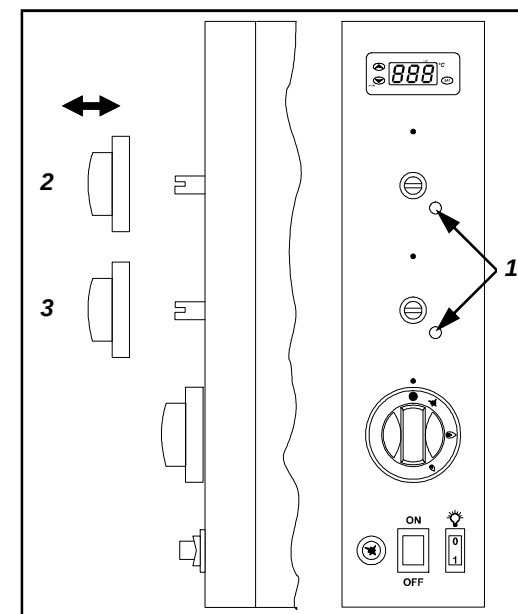

FIG.10 (RÉGLAGE MINIMUM BRÛLEURS PLAFOND ET SOLE)
POUR LE FONCTIONNEMENT EN GPL (G30-G31) LE MINIMUM EST FIXE ET LA VIS (FIG.10-RÉF.1) DOIT ÊTRE VISSÉE À FOND; POUR LE FONCTIONNEMENT AVEC DES AUTRES TYPES DE GAZ LE MINIMUM EST RÉGLABLE COMME SUIT:
ENLEVER MANUELLEMENT LA POIGNÉE DU BRÛLEUR DU PANNEAU DE CONTRÔLE (FIG.10-RÉF.2/3):
-DEVISSER LA VIS (FIG.10-RÉF.1) DE 2/3 DE TOUR ET INSÉRER DE NOUVEAU LA POIGNÉE.
-ENLEVER ENCORE LA POIGNÉE ET VISSER LA VIS (FIG.10-RÉF.1) JUSQU'À CE QUE LA FLAMME RESTE STABLE